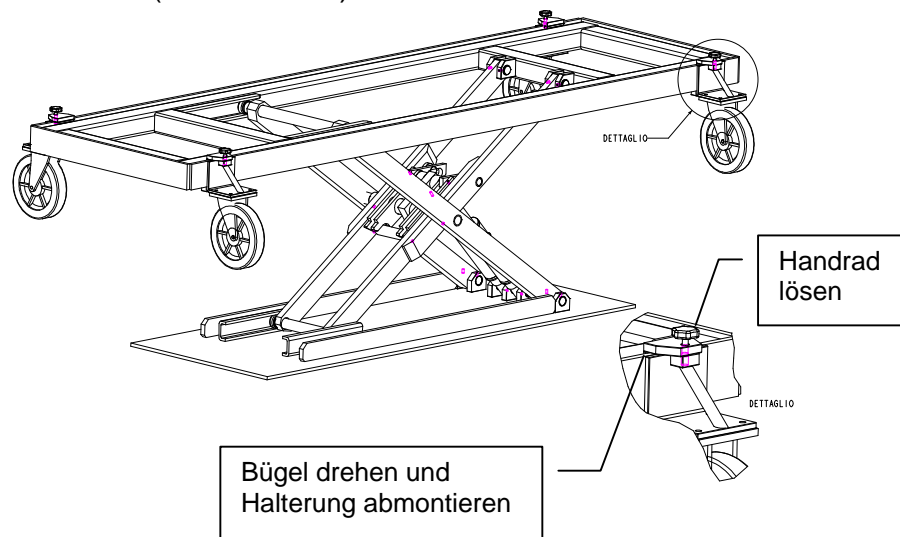

Abbildung 3
- Wenn die Scherenbühne angehoben ist und die Laufräder somit den Boden nicht mehr berühren, die Laufräder abmontieren; die MARLIN ist einsatzbereit (siehe Abb. 3).